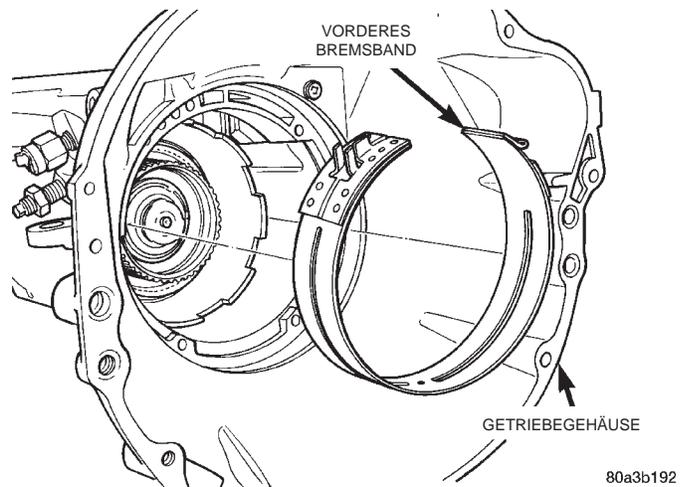

Abb. 103 Vorderes Bremsband
(30) Vorderes Bremsband in die Öffnung an der Vorderseite des Getriebegehäuses einführen (Abb. 103).